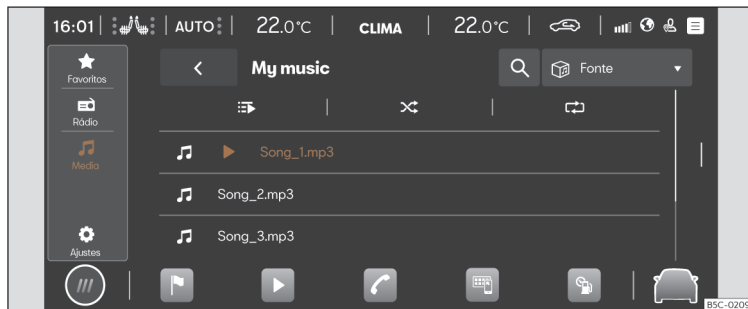

Fig. 169 Esquema: Vista Multimédia.
- Pressione **HOME** > ► > 🎵 >>> **Fig. 169**.